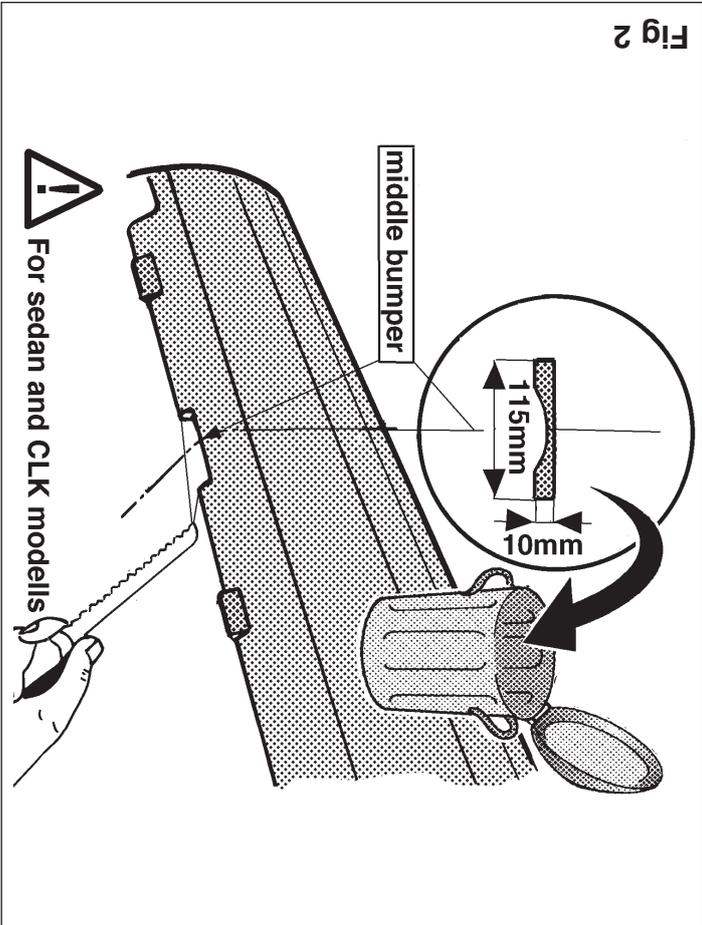
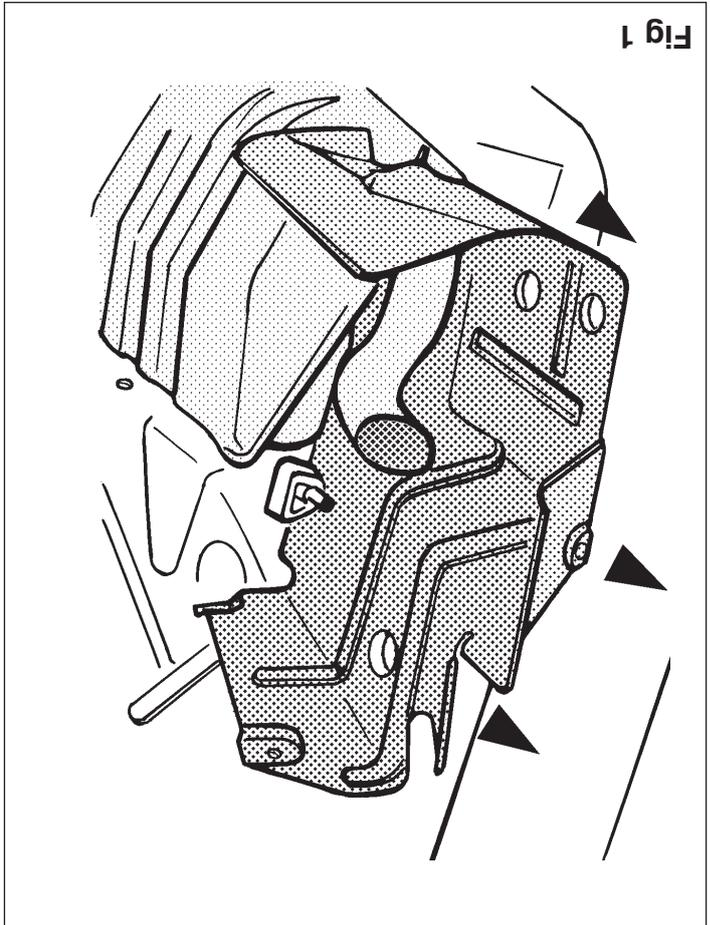

Fig 2
Fig 1
1. Open de kofferbak en maak de kofferbodem vrij. Verwijder de krik inclusief houder. Verwijder het reserve wiel en de accu. Bij de wagon-modellen dient men links en rechts in de kofferbak de kunststofdelen te verwijderen ten einde de contra's te kunnen plaatsen. Verwijder de laatste uitlaatdemper en het hitteschild zoals is aangegeven in fig.1. Zaag de sedan-modellen) een deel overeenkomstig fig.2 aan de onderzijde uit de bumper. Verwijder t.p.v. de aanligvlakken van de trekhaak met de carrosserie het aanwezige kit. Overeenkomstig fig.3 en fig.4 zult u de deukjes zichtbaar worden welke zijn aangegeven met de punten A.
right sides at the rear in order to put the plates in position. Remove the rearmost exhaust silencer and the heat shield as indicated in fig.1. For sedan models only! Saw the part shown in fig.2 out of the bottom of the bumper. Remove the sealant from the points where the tow bar will contact the bodywork. The indents will now become visible which are indicated by points A in fig.3 and fig.4.
Die hintere Auspuffaufhängung und das Hitzeschild, wie in Fig.1 angegeben, entfernen. (Nur bei den viertürigen Limousine-Modellen!): Einen Teil gemäß Fig. 2 an der Unterseite der Stoßstange heraussägen. An den Anlegeflächen zwischen Kupplungskugel mit Halterung und Karosserie den vorhandenen Kitt entfernen. Laut Fig.3 und 4 werden nun die Einkerbungen sichtbar, die mit den Punkten A angegeben sind.
1. Öppna bagageutrymmet och vik tillbaka beklädnaden på bagageutrymmets golv. Avlägsna domkraften inklusive hållare. Avlägsna reservhjulet och batteriet. Vid wagon-modellerna måste plastdelarna till höger och vänster i bagageutrymmet avlägsnas för att kunna placera motbrickorna. Avlägsna avgasrörets bakersta dämpare och värmeskölden som anges i figur 1. Såga (endast vid sedan-modellerna) ut en del ur kofångarens undersida enligt fig. 2. Avlägsna kittet som finns vid kontaktytorna mellan dragstången och karosseriet. Sedan syns små inbucklingar enligt figur 3 och figur 4. Dessa anges med punkterna A.
1. Åbn bagsmækken og ryd bunden i bagagerummet. Fjern donkræften samt dens holder. Fjern reservhjulet og batteriet. På stationcar-modeller fjernes kunststofdelen i den venstre og højre side af bagagerummet, så spændpladerne kan anbringes. Fjern det yderste udstødningssophæng og varmeskjoldet som vist i fig. 1. Sav (kun på sedan-modellerne) ifølge fig. 2 et stykke ud på undersiden af kotageren. Fjern kittet ved anhængertrækets berøringsflader med karosseriet. Nu kommer fordybningerne til syne, som i fig. 3 og fig. 4 er angivet med punkterne A.
Retirar el último amortiguador del tubo de escape así como el escudo térmico, como indica la fig.1. Serrar (¡únicamente en los modelos sedán!) una parte del lado inferior del parachoques de acuerdo con la fig. 2. Retirar la cola existente a la altura de las superficies de contacto del gancho de remolque con la carrocería. En este momento quedarán visibles las depresiones indicadas por los puntos A, de acuerdo a las figuras 3 y 4.